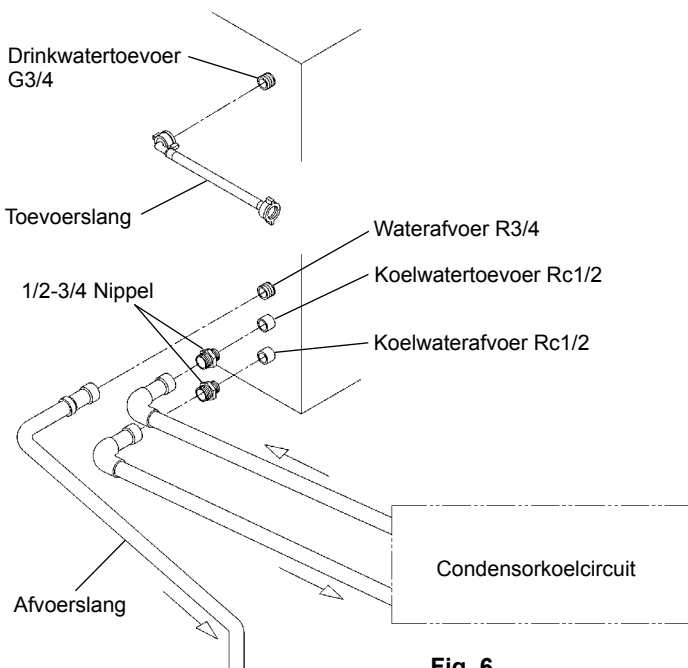

Fig. 6
- * Hoshizaki raadt aan om de watergekoelde condenser aan te sluiten op een hercirculerend koelsysteem met gesloten circuit, met een toren, waterkoeler of een gelijksoortige installatie (zie fig. 6 en 7). Watersuppletie moet via een kogelklep-/mengvat plaatsvinden.
[a] Standaard aansluitingen volgens WRC-voorschriften in G.B. (fig. 6 en 7)
5) Sluit het condensorkoelcircuit met geschikte, niet flexibele, buis op de aangegeven manier (fig. 6) aan op de vrije uiteinden van de 1/2-3/4-nippels. PTFE-tape en/of een geschikte afdichtingspasta moet worden gebruikt voor een lekvrije aansluiting.